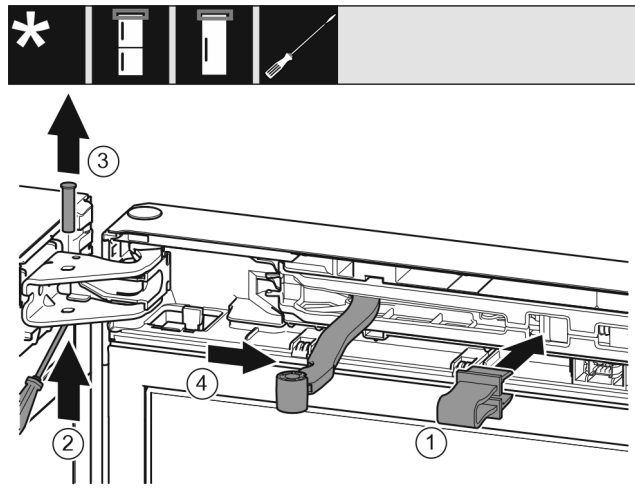

Fig. 9
- Kapni siguresën në vrimën përkatëse. Fig. 9 (1)
- Shtyni jashtë bulonin me një kaçavidë. Fig. 9 (2)
- Nxirrni jashtë bulonin duke e ngritur lart. Fig. 9 (3)
- Rrotulloni menteshën në drejtimin e derës. Fig. 9 (4)